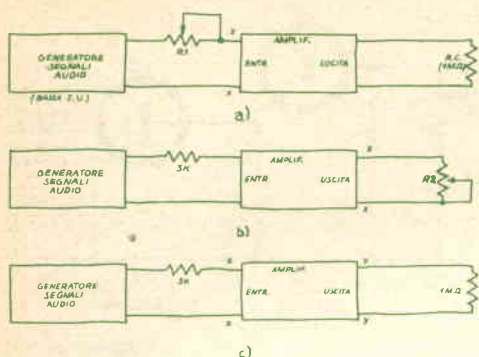

Fig. 9 - Misura delle impedenze d'entrata e d'uscita.
8) Se si dispone di un generatore audio, si usino i circuiti rappresentati nella fig. 9 per misurare i parametri importanti dell'amplificatore; per misurare l'impedenza d'entrata, si segua la fig. 9-a, si regola R1 fino a che la tensione in entrata è metà del valore massimo in uscita dal generatore. Il valore di R1 deve essere maggiore di quello calcolato per l'impedenza d'entrata dell'amplificatore. Si stacca poi R1 e si misura la resistenza tra il cursore ed il terminale di fine corsa.
L'impedenza d'uscita si misura analogamente, regolando R2 (fig. 9-b). Il guadagno di tensione si trova seguendo il circuito della fig. 9-c e dividendo l'uscita per l'entrata. Il responso in frequenza si ottiene variando la frequenza in entrata fino a che si trovano due punti in cui l'uscita è 0,707 volte la massima. Questi sono i punti superiore e inferiore a - 3 dB.